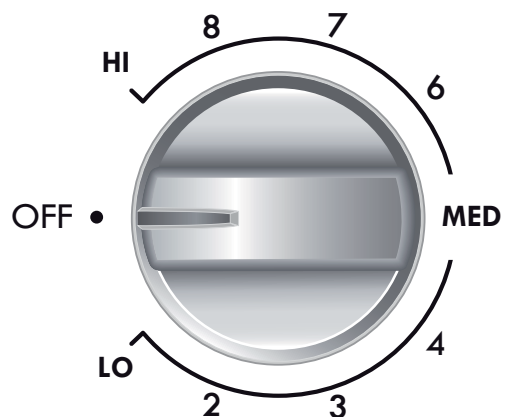

Figura 4
2. Oprima y gire la perilla de control superior en cualquier dirección el ajuste deseado (Figura 4). Gire la perilla para regular el ajuste, si lo desea. Comience la mayoría de las operaciones de cocción en un ajuste más elevado y luego gire a un ajuste más bajo para terminar de cocinar. Cada elemento superior proporciona una cantidad constante de calor en cada ajuste. Si el área de calor de color rojo radiante se extiende más allá del borde inferior del utensilio significa que ese utensilio es **demasiado pequeño** para el área de calefacción del elemento.